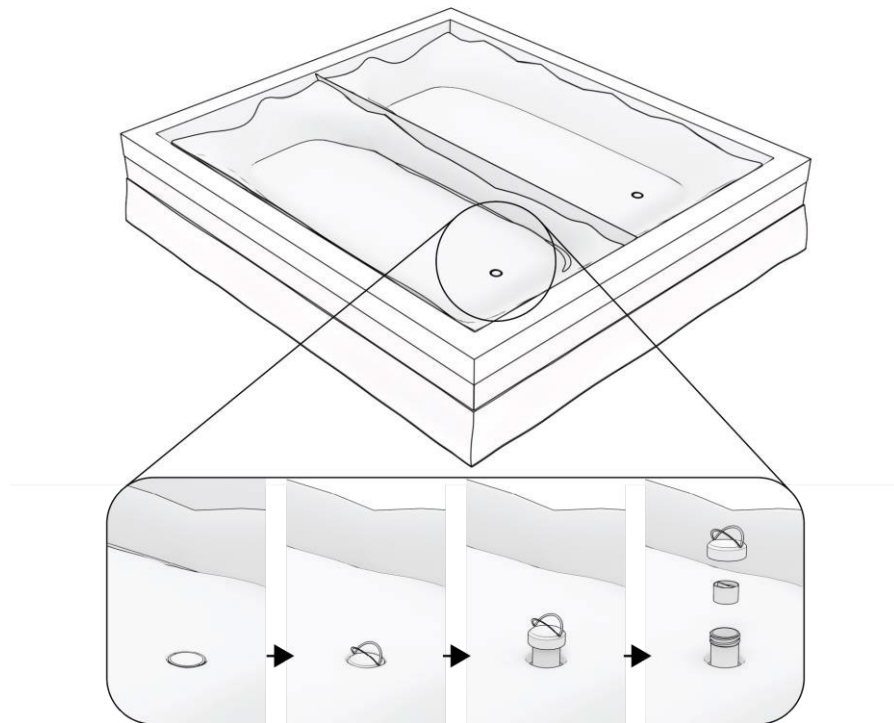

Abbildung 16: Positionierung der Wassermatratzen und Öffnen der Einfüllkappen.
**Schritt 17.** Falten Sie die Wassermatratze aus und legen Sie diese über die Sicherheitsfolie. Achten Sie darauf, dass sich die Füllkappen oben und am Fußende des Bettes befinden. Öffnen Sie die Verschlusskappen der Matratze, indem Sie diese mit einer Drehbewegung herausziehen. Danach kann die Kappe abgeschraubt und vom Verschluss entfernt werden, wie in Abbildung 16 dargestellt.
**Schritt 18.** Achten Sie darauf, dass die Matratze gut über das Bett gespannt ist und keine Falten oder Knicke aufweist. Die Matratze sollte an den Ecken der Schaumstoffkanten und bei einem Duo an der Trennwand anliegen, wie in Abbildung 16 dargestellt.